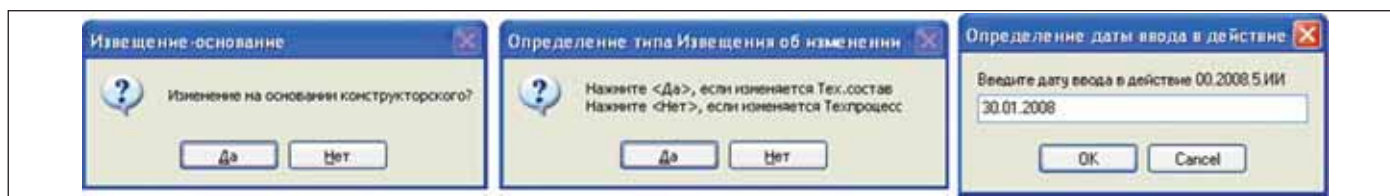

Рис. 8. Изменение расцеховки — шаг 2
2. **Шаг 2.** Проанализировав информацию об инициаторе процесса, программный модуль запускает выполнение процесса по определенному сценарию, при этом уточняя информацию о создаваемом документе (рис. 8).